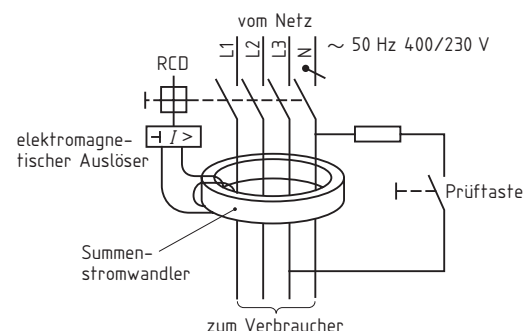

Bild 6: Prinzip der RCD
- Erklären Sie den Aufbau und die Wirkungsweise einer RCD nach **Bild 6**.